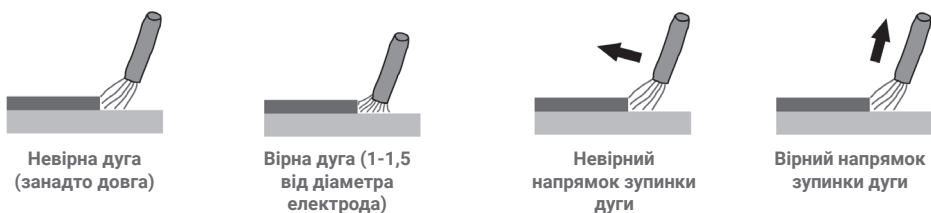

Рисунок 11. Відстань розташування електрода із покриттям до деталі під час ручного дугового зварювання («ММА»).
4. Після появи дуги одразу відвести електрод від поверхні майбутнього шва на відстань 2-4 мм і утримувати цю відстань протягом усього зварювального процесу (див. рис. 11).
5. Для зупинки процесу зварювання відвести електрод від поверхні деталі на достатню відстань (рис. 11).